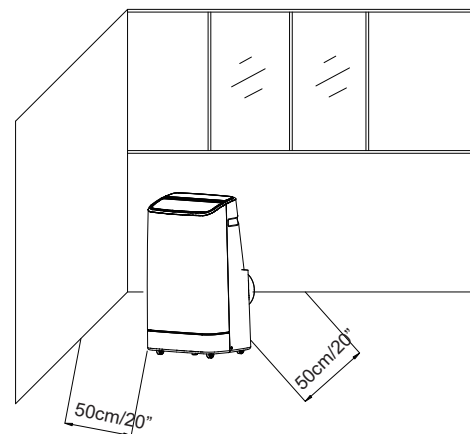

Fig.4
1) Déplacez la machine avec les tuyaux et les raccords installés vers la fenêtre, et la distance entre le corps et les murs ou autres objets doit être d'au moins 50cm/20" (comme indiqué sur la Fig.4).